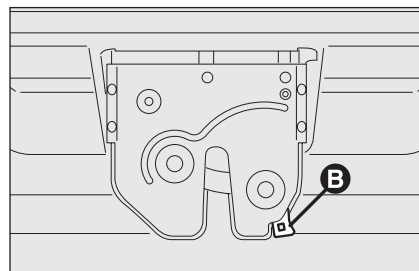

fig. 96
- ☐ steek een schroevendraaier in de opening in het slot en ontgrendel het openingsmechanisme **B-fig. 96**.